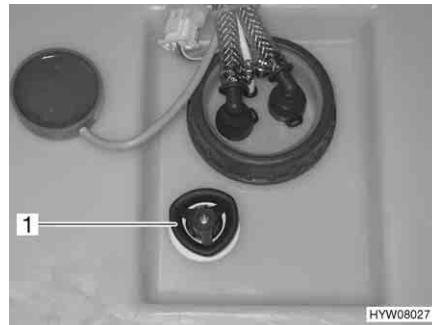

Fig. 113 Serbatoio dell'acqua con maniglia girevole
- Sul serbatoio dell'acqua, ruotare la maniglia girevole (Fig. 113,1) in senso orario fino all'arresto.
- Apertura:* ■ Sul serbatoio dell'acqua, ruotare la maniglia girevole (Fig. 113,1) in senso antiorario fino all'arresto. L'acqua fuoriesce fino a 20 litri.